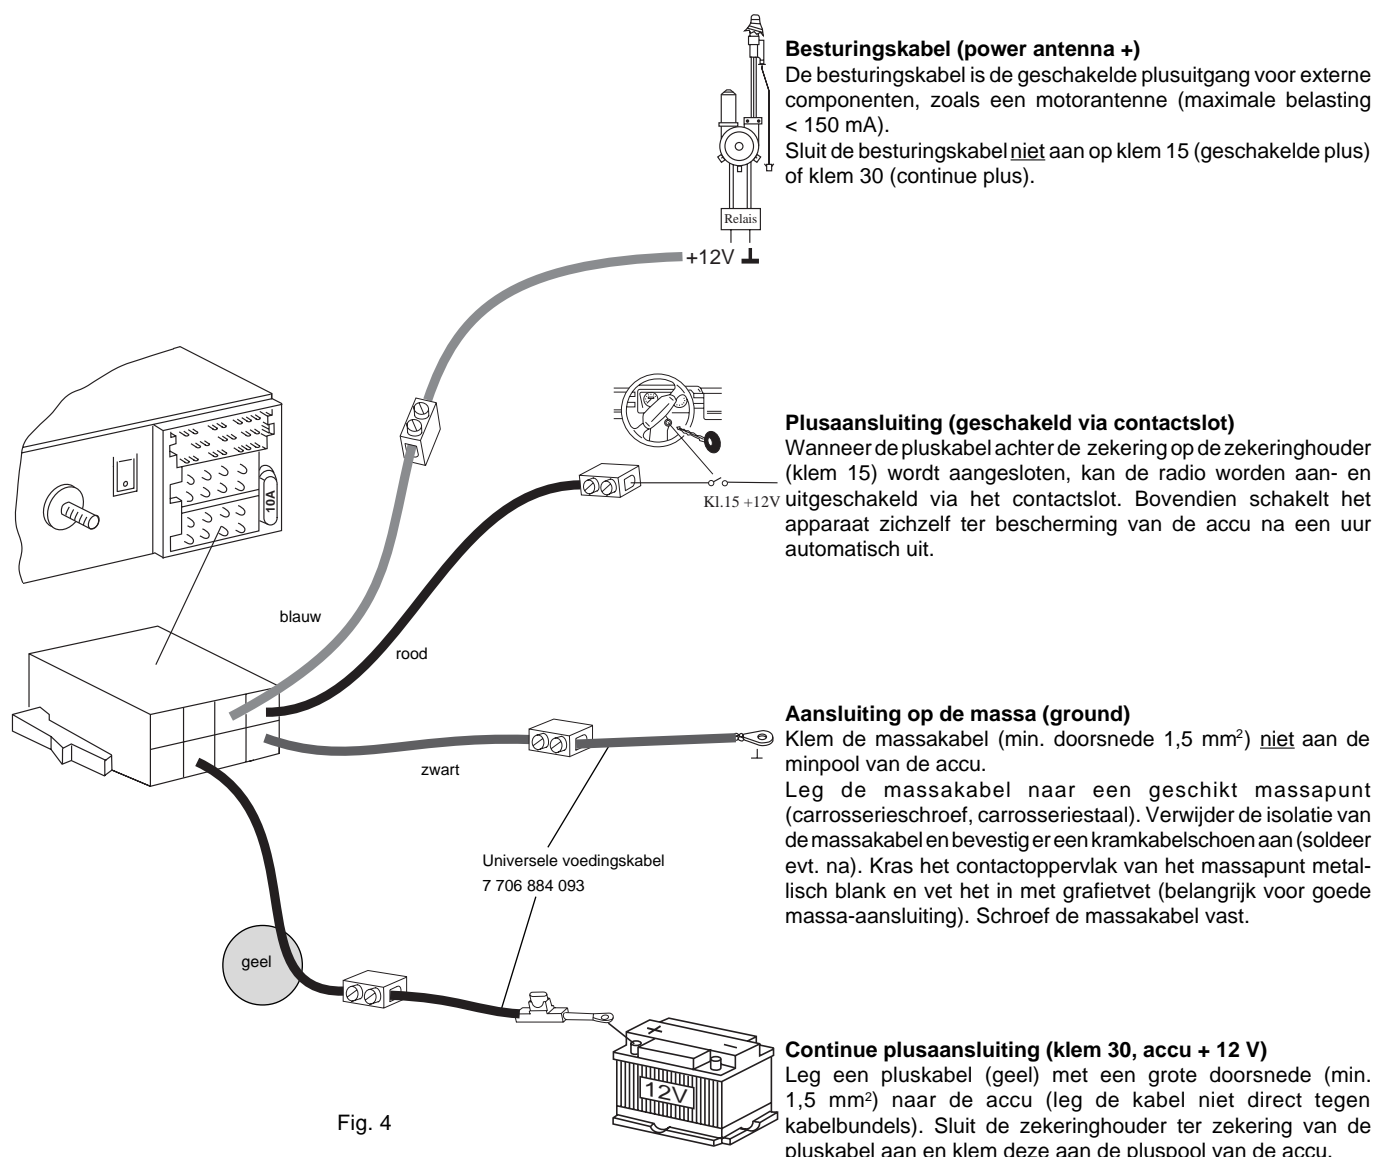

Fig. 4
- Aansluiting bij auto's zonder enige uitrusting vooraf ..... Fig. 4
I bilar som ej är förberedda för radiomontage eller som har för klenta +/-kablar (< 1,5 mm2) framdragna skall den **ISO +/- kontakten** användas tillsammans med **Universal-spänningskabeln 7 607 884 093** (se fig 4).